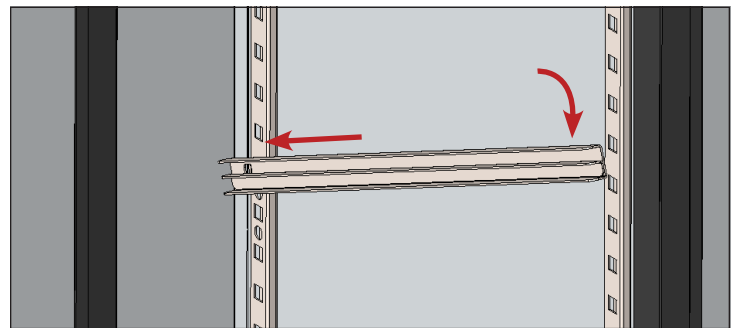

Fig. 2. Coloque la guía de estante/bandeja.
3. Inserte las lengüetas en los huecos y compruebe que la unidad esté nivelada. Véase la fig. 2.